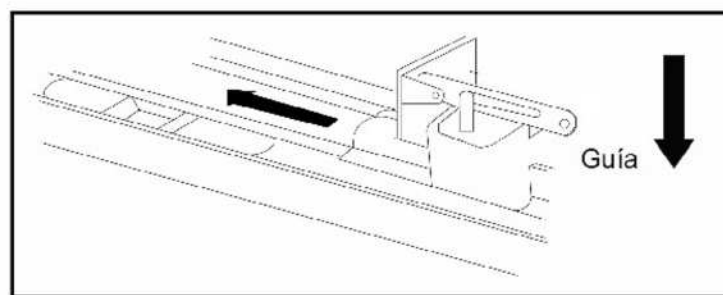

Fig.5
- **Riel de Aluminio (Fig.5):** Inserte el Carro dentro del Riel en la abertura que se encuentra al final del Riel, asegúrese que la palanca de desbloqueo quede viendo hacia el Abrepuertas de Garage, deslice el Carro a lo largo del Riel hasta que bloquee con la Unión de Cadena.